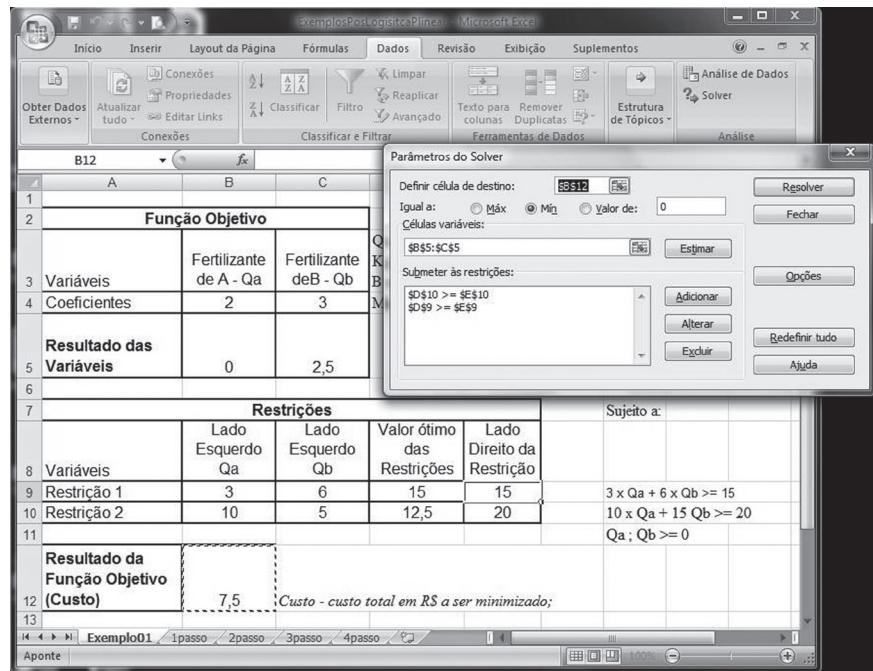
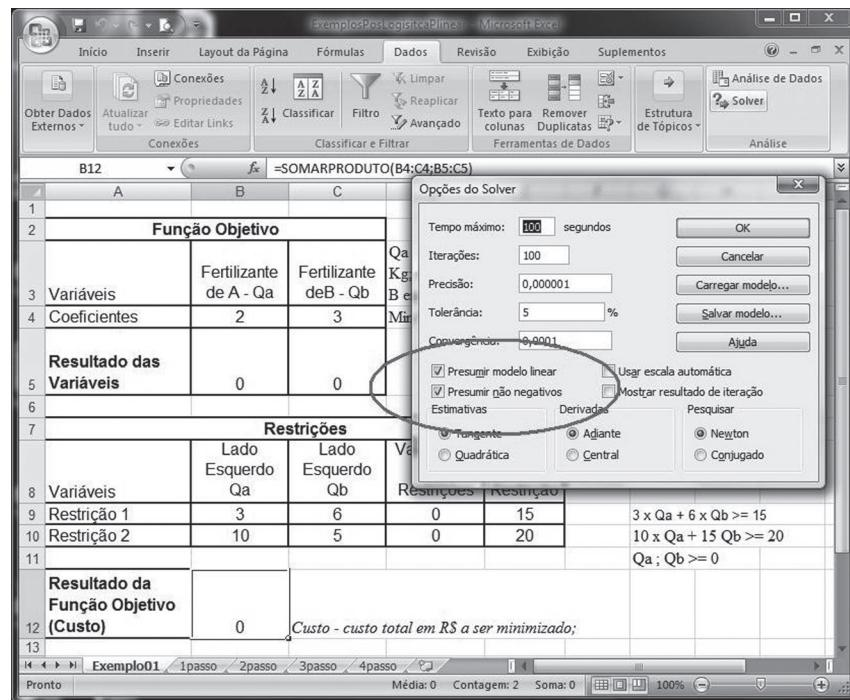
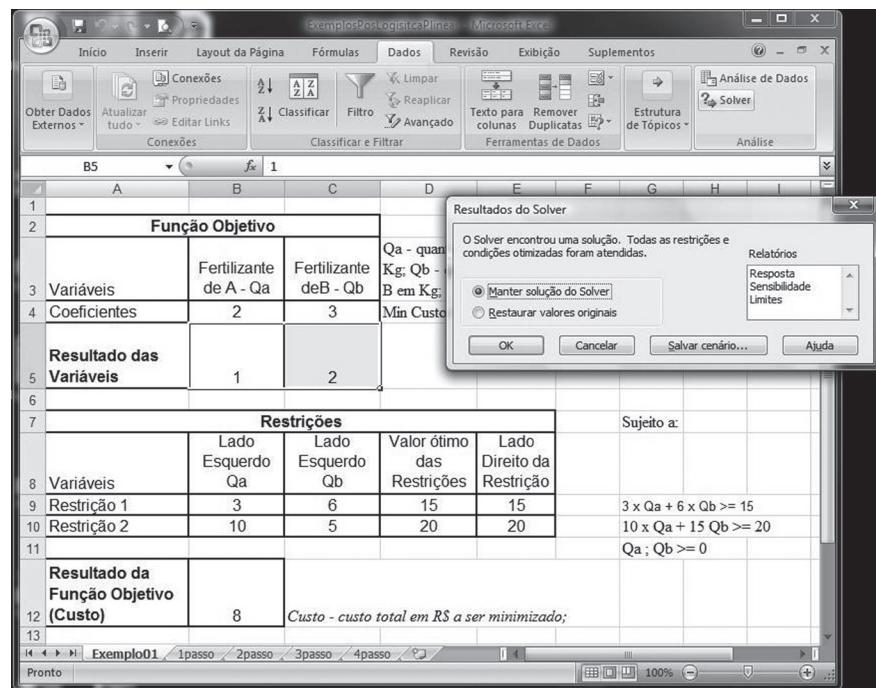

Figura 17: Quinto passo - Entrada dos parâmetros do Solver
Figura 19: Entrada das opções para solução do problema pelo Solver
Figura 20: Sétimo passo – Rodar o Solver para encontrar a solução do Modelo de Programação Linear
Quinto passo: você deve dar entrada nos parâmetros do Solver, conforme Figura 17. Se você estiver usando o Excel do Windows XP, vai encontrar o Solver no item de menu **Ferramentas**. No caso do Excel do Windows Vista, você vai encontrar o Solver no menu **Dados**, normalmente no canto esquerdo da tela. Para não ficar colocando uma figura a cada entrada de parâmetros do Solver, decidimos colocar somente a Figura 17 e depois, com base nela, apresentamos os parâmetros que você deve ir digitando no Excel. Na tela do Solver, à sua direita, na parte superior, você verá os seguintes parâmetros:
- ▶ **Submeter às restrições:** é o local onde você vai informar as restrições do problema. Para essa situação, você verá na Figura 17 como entrar com as restrições.
Para a entrada das restrições no Solver, você deve clicar o botão **Adicionar** e então aparecerá a tela que pode ser vista na Figura 18, na qual você verá a tela de **Adicionar Restrição**. Nessa tela, você vai digitar no espaço do lado esquerdo, **Referência de célula**, o valor \$D\$9, que é o espaço que você deixou para o Solver calcular o valor ótimo das restrições. Logo à direita do espaço da **Referência de célula** temos o sinal, que no exemplo da primeira restrição é “>=”. Depois, mais à direita, temos a **Restrição** que representa o valor do lado direito da restrição. No exemplo, a primeira restrição tem o valor da célula \$E\$9. Para o exemplo que você está construindo existem duas restrições, assim você deve clicar no botão **Adicionar** e entrar com \$D\$10, >= e \$E\$10 e depois clique no botão **Ok**. Você então retornará para a tela da Figura 17.
Depois disso, você deve clicar no botão **Opções**, conforme a tela da Figura 17, e aí aparecerá a tela da Figura 19. Na tela **Opções do Solver** da Figura 19, você deve se certificar de que os campos **Presumir modelo linear** e **Presumir não negativos** estejam marcados com . Para este curso, não é necessário que você se preocupe com os outros campos. A opção Presumir não negativo resolve a Restrição 3, que você não havia digitado no Excel até então.
Sétimo passo: você deve encontrar a solução do problema. Neste momento, você já entrou no Excel com todos os dados necessários para que ele possa executar seu modelo de dados. Agora, você deve clicar no botão **Resolver** na tela da Figura 19 para aparecer outra tela, que pode ser vista na Figura 20. Como você pode reparar na Figura 20, o Solver já calculou a resposta, ou seja, as células B5 e C5 já foram preenchidas com os valores ótimos para a quantidade de fertilizante do fornecedor A e do fornecedor B, respectivamente. Além disso, ele também preencheu o valor da Função Objetivo, célula B12, que representa o custo mínimo alcançado. Mantenha a opção **Manter solução do Solver** e clique no botão **Ok**, se quiser, imprima sua planilha com o resultado do modelo.
Esses são os dados que devem entrar nas restrições. Após tê-los digitado, não se esqueça de clicar no botão **Opções** e se certificar de que os campos **Presumir modelo linear** e **Presumir não negativos** estejam marcados com , conforme você fez a partir da Figura 19, do Exemplo 1. Pronto! Mais um modelo conhecido. Se você fez tudo certo, deve chegar à tela de resultados conforme a Figura 22.